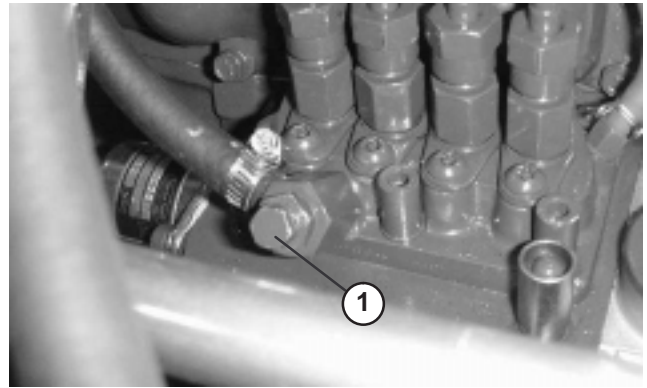

Figure 28
4. Tournez la clé en position contact établi (ON). La pompe d'alimentation électrique se met en marche et force l'air autour du bouchon d'aération. Laissez la clé à la même position jusqu'à ce que le carburant s'écoule régulièrement par le bouchon. Resserrez le bouchon et tournez la clé en position contact coupé (OFF).
5. Desserrez la vis de purge sur la pompe d'injection (Fig. 28).